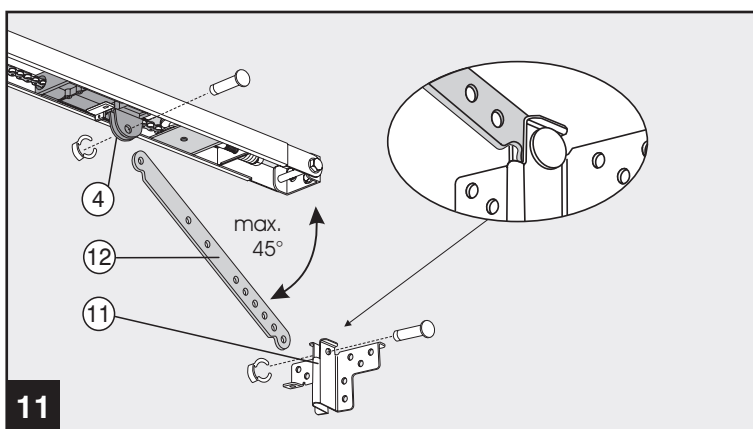

Abb. 11 - Verbindung Toranschlußkonsole - Laufschlitten
Damit das Tor unter der Laufschiene frei laufen kann, muß der Abstand x größer 20mm sein. Abstand x so wählen, daß die Schubstange keinen größeren Winkel als 45° bekommt (siehe Bild 11). Den in der Montagevorbereitung ermittelten höchsten Punkt a der Laufbahn des Tores plus Abstand x auf den Sturz übertragen. Wandbefestigung (10) in Gesamthöhe (a + x) senkrecht über der Toranschlußkonsole anhalten und Befestigungsbohrungen anzeichnen. Mit 10mm-Steinbohrer Löcher für Dübel bohren und Wandbefestigung anschrauben.